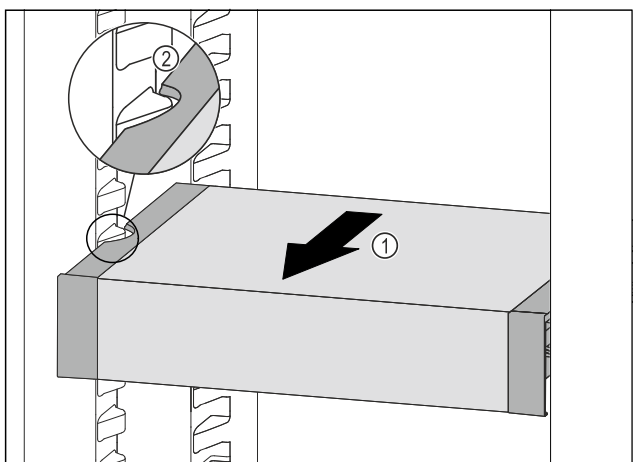

Fig. 78
- VarioSafe ťahajte dopredu Fig. 78 (1), kým sa bočné vybrania VarioSafe nebudú nachádzať vo výške rebra nádoby v chladničke. Fig. 78 (2)